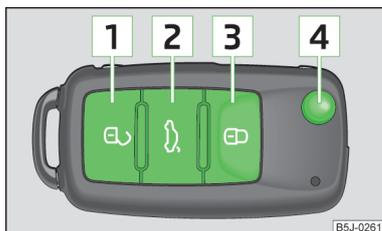

Fig. 16
► Pulsar la tecla **1** » fig. 16.
► Pulsar la tecla **3** » fig. 16.
► Pulsar la tecla **3** » fig. 16 dos veces en 2 segundos. Para más información » página 34.
► Pulsar la tecla **2** » fig. 16. Para más información » página 40.
► Pulsar la tecla **4** » fig. 16.
► Pulsar la tecla **4** » fig. 16 y plegar el paletón de la llave.
El desbloqueo del vehículo se indica mediante dos parpadeos de las luces intermitentes. Si se desbloquea el vehículo con la tecla **1** » fig. 16 sin abrirse ninguna puerta ni la tapa del maletero en los 30 segundos siguientes, el vehículo se volverá a bloquear automáticamente y se activa el seguro Safe, o bien la alarma anti-robbo. Esta función impide un desbloqueo accidental del vehículo.